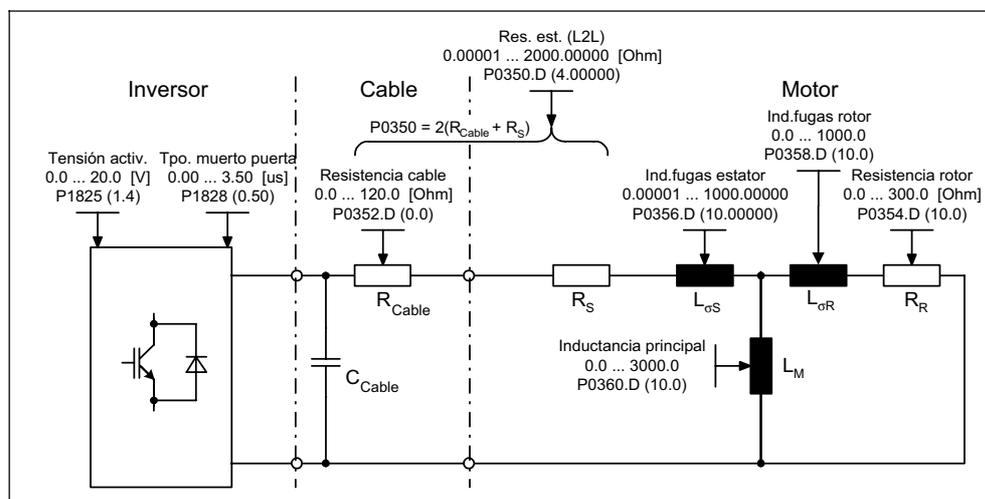

Figura 3-23 Esquema equivalente (ESB)
El cálculo de datos internos del motor / de control se lleva a cabo mediante el parámetro P0340 o indirectamente con los parámetros P3900 (véase capítulo 3.5.2) o P1910 (véase capítulo 3.5.4). La funcionalidad del parámetro P0340 se puede usar, por ejemplo, cuando son conocidos los datos del esquema equivalente (véase Figura 3-23) o los momentos de inercia. El P0340 se puede ajustar a:
- Esquema equivalente (ESB, véase Figura 3-23) → P1910 = 1
Cuando se inicia la identificación por primera vez (con P1910 = 1), se parte de los datos de la placa de características (valores nominales) y se calculan los siguientes datos (véase Figura 3-23):
Con la identificación de los datos del motor (con P1910 = 3) se determina, además de los datos del esquema equivalente, la curva de magnetización del motor (véase Figura 3-23). Si el sistema motor-convertidor opera en la zona de debilitamiento de campo, se tiene que averiguar esa curva, sobre todo para el control vectorial. El MICROMASTER puede calcular exactamente, mediante la curva de magnetización, la corriente formadora de campo en la zona de debilitamiento y alcanzar una gran exactitud de par.